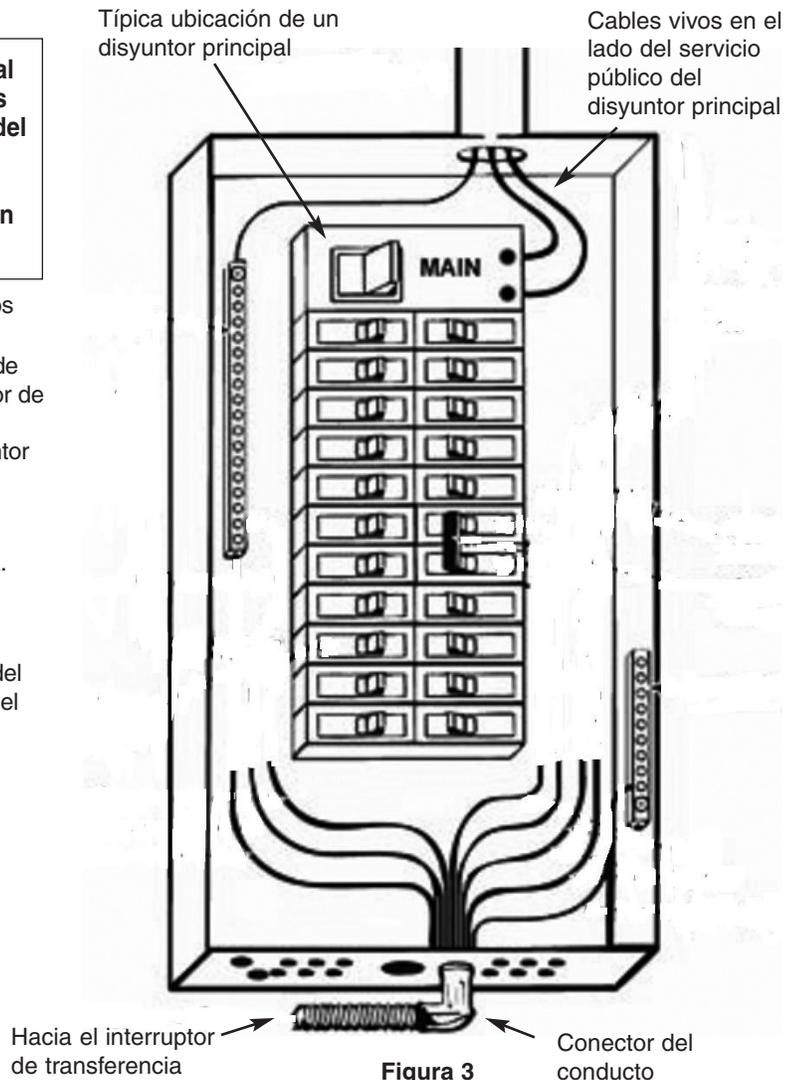

Figura 3
2. Desconecte el disyuntor principal de alimentación del servicio público de electricidad. (Figura 3)